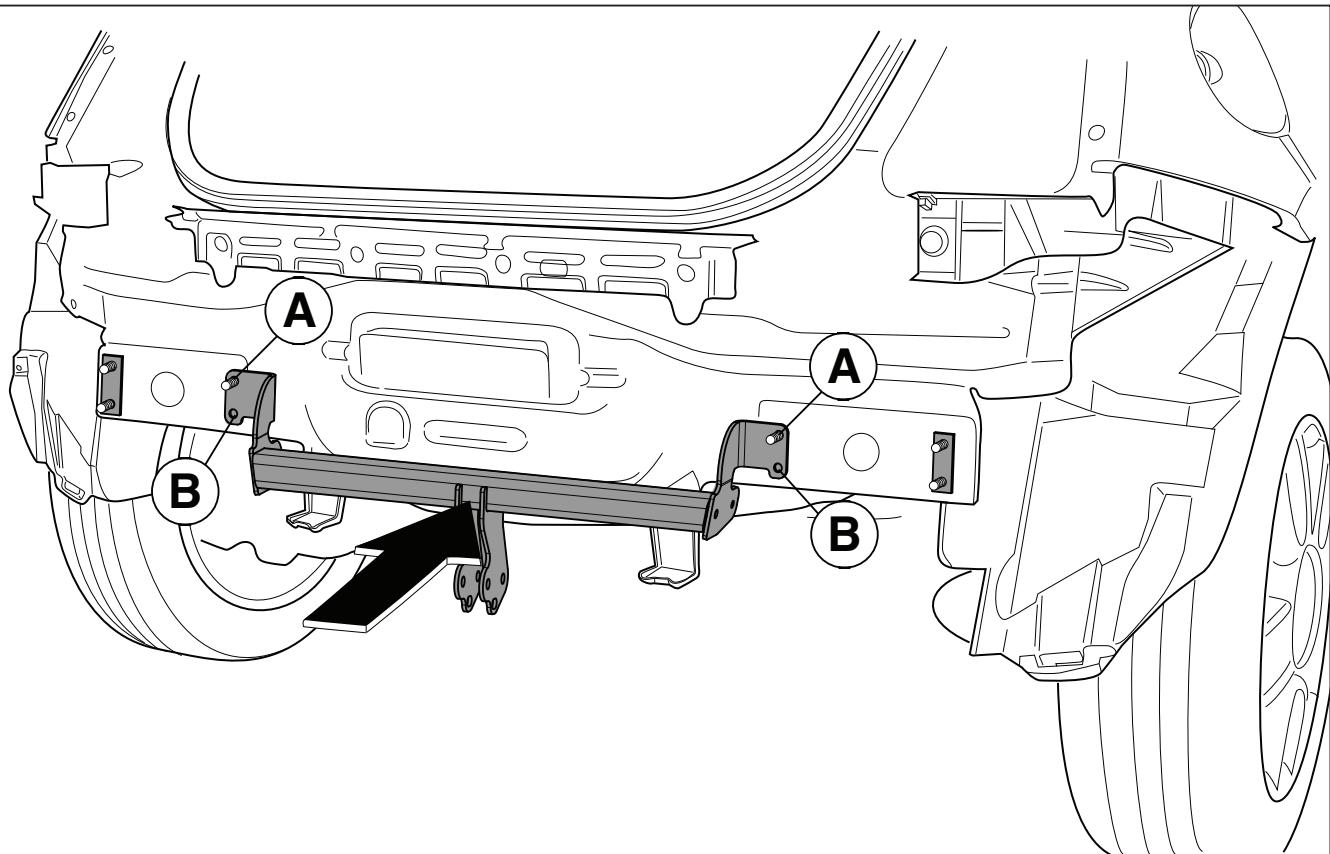

Fig.3
4. Fit the tow bar at points A and B using spacer plates. (See figure 3).
4. Die Anhängervorrichtung einschließlich Füllplatten bei den Punkten A und B montieren. (Siehe Abbildung 3).
- Fixer l'attache-remorque à l'emplacement des points A et B, y compris les plaquettes de calage. (Voir la figure 3).
4. Fixer l'attache-remorque à l'emplacement des points A et B, y compris les plaquettes de calage. (Voir la figure 3).
4. Monter anhængertrækket ved punkterne A og B inklusiv udfyldningsplader. (Se fig. 3).